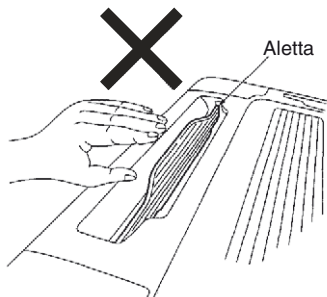

Fig. 7-2
- Non toccare l'aletta e non applicarvi forza. (Fig. 7-2) (Questo potrebbe causare guasti.)